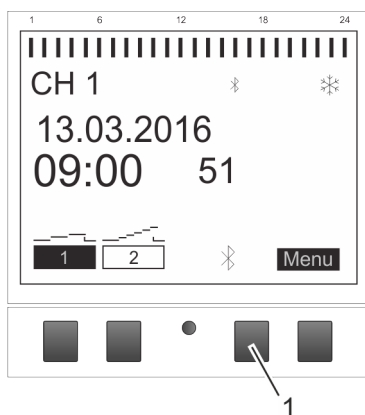

Fig. 7 : Établissement de la connexion Bluetooth sur l'horloge modulaire
1. Appuyez sur la touche Bluetooth (Fig. 7 /1) de l'horloge modulaire.